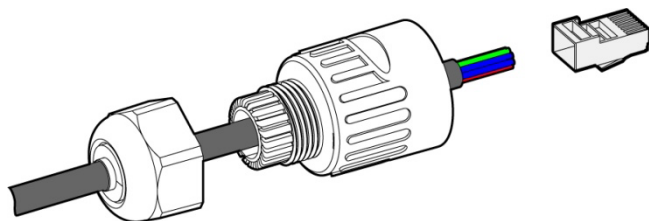

Figura3-31 Crimpe os cabos do plugue RJ45
- Etapa 1 Desencape o fio de comunicação com o desencapador de fios, solte a contraporca do conector RJ45 à prova d'água e depois passe o fio de comunicação pelo conector RJ45 e crimpe-o no conector RJ45, como exibido na Figura3-31.